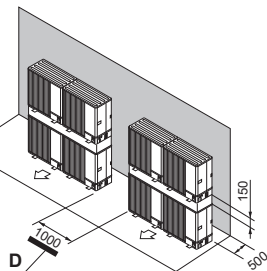

Fig. 2-21
- (7) Disposição de unidades sobrepostas (Fig. 2-21)
- D: Espaço (Fig. 2-21)